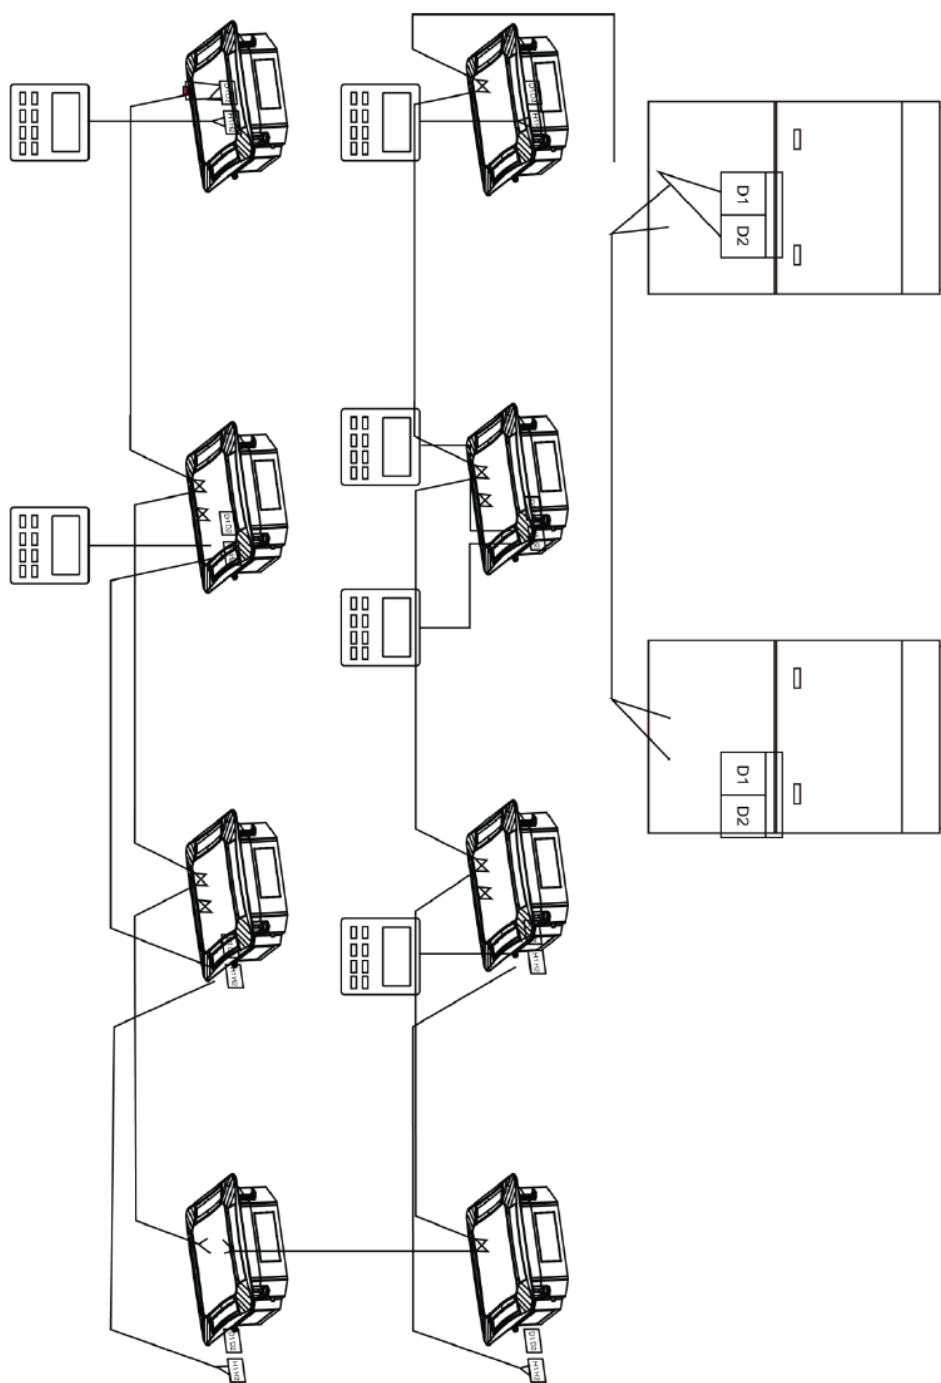

Рис. 5.5
- (1) Кабель обмена данными между внутренним и наружным блоками (или между двумя внутренними блоками) подключается к контактам D1, D2.
- (2) Проводной пульт подключается к контактам H1, H2.
- (3) К одному внутреннему блоку можно подключать два проводных пульта; одному из них присваивается статус ведущего, другому – ведомого.
- (4) Один проводной пульт может управлять работой до 16 внутренних блоков одновременно (как показано на рис. 5.5).